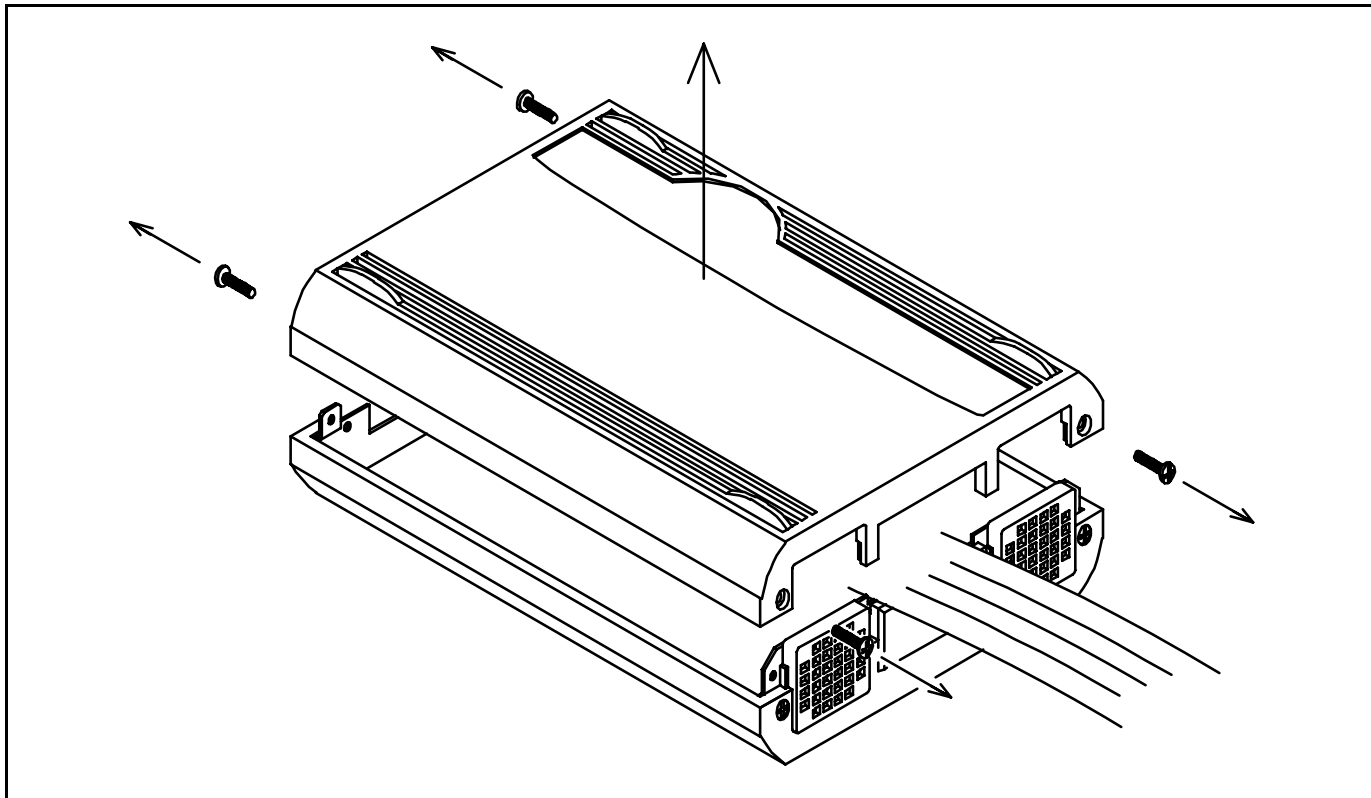

図2.14 上カバー取り外し
(2) 発振回路基板の交換手順
① PC7501の両側面ネジ(4箇所)を外し、上カバーを取り外してください(図2.14参照)。